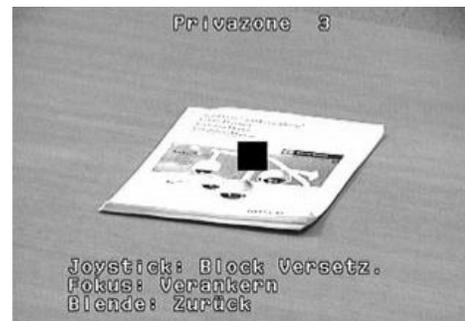

Abbildung 5C Block versetzen
4. Bewegen Sie mit dem Joystick den Maskenblock zur Mitte des auszublenden Bereichs. Zum Verankern der Maske einen der beiden FOCUS-Tasten drücken (siehe Abbildung 5C).